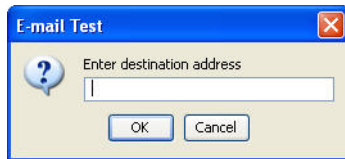

图 139
2. 显示图 139 中所示的电子邮件测试屏幕。输入发送测试信息的电子邮件地址，单击“确定” 按键发送测试电子邮件。